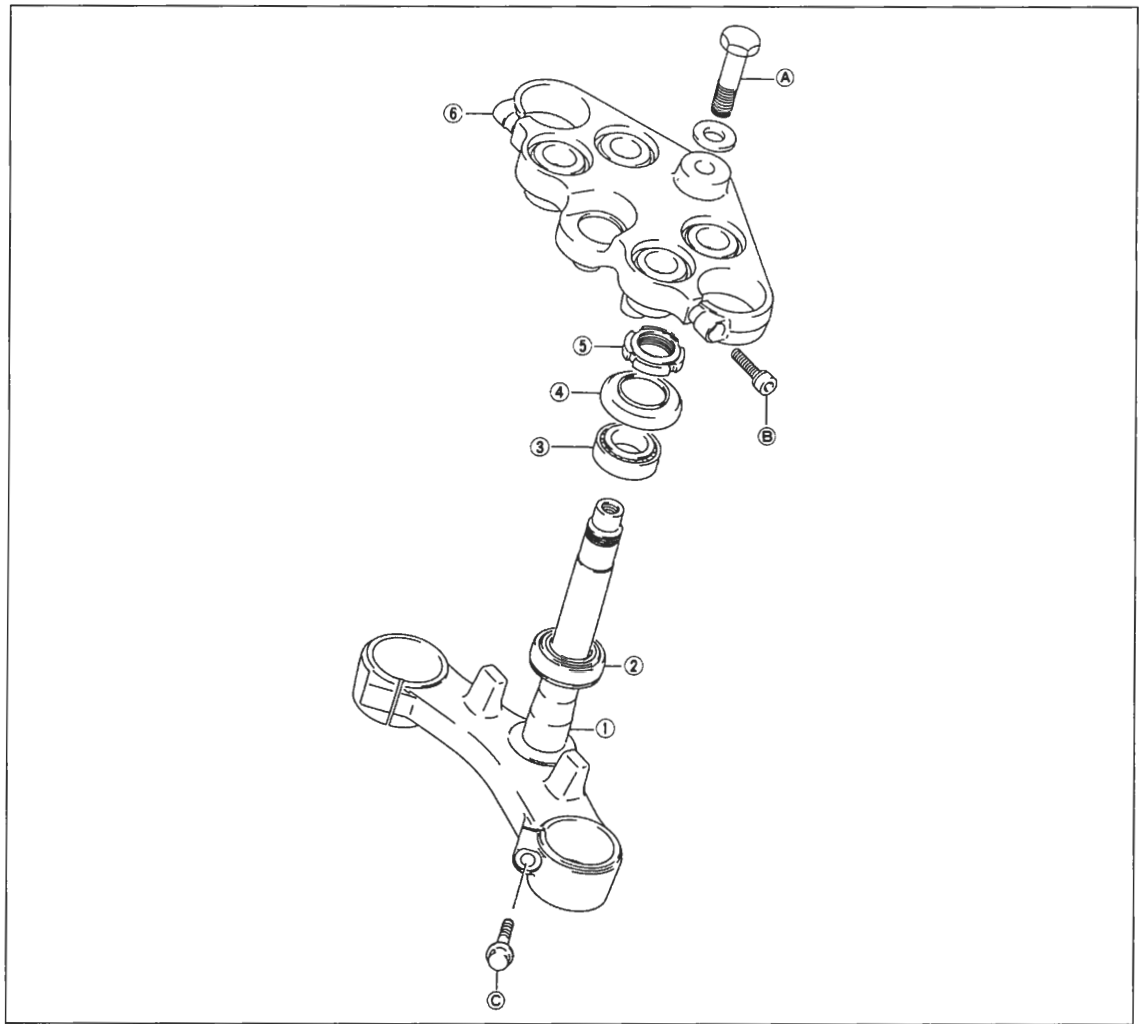

Bild 309
- Unteren Kegellauftring samt Staubdichtung auf Lenkschaftrohr mit passendem Rohrstück auftreiben, bis er rundum satt aufsitzt (Bild 309).